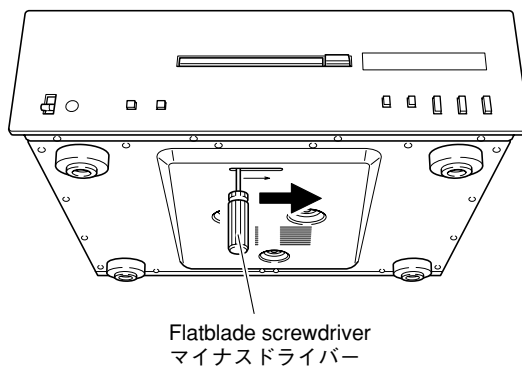

Fig. 2
- Using a flatblade screwdriver, move the slider at the bottom in the direction of the arrow shown below. (Fig. 2)
- マイナスドライバーで底面のスライダーを下図の矢印の方向に動かします。(Fig. 2)